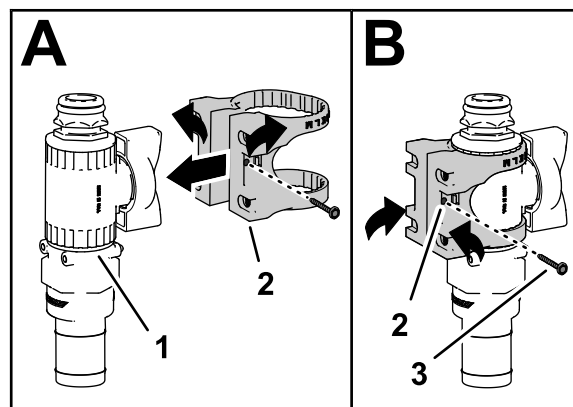

図 27
5. 図 27 の A に示すように、制御バルブにバルブマウントを組み付ける。
6. フランジヘッドねじ#6を使って、バルブマウントを制御バルブに固定し、ねじを手締めする図 27 の B。